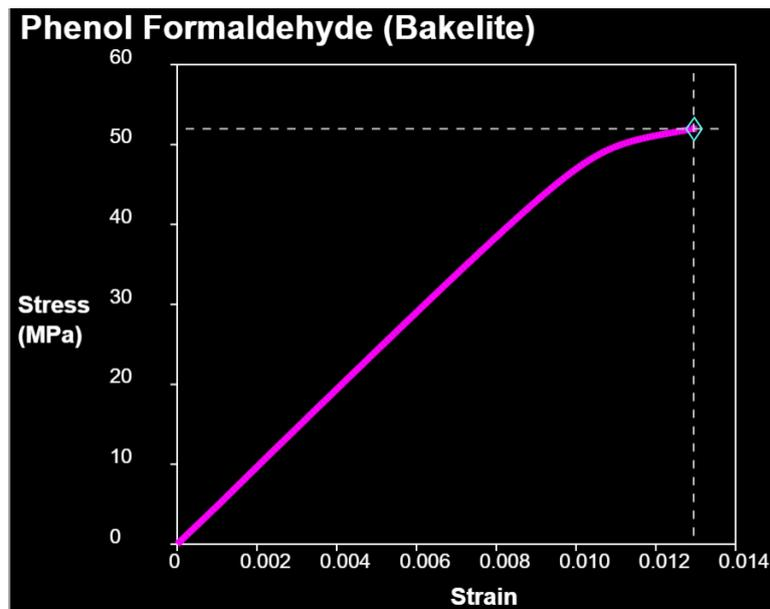

Figura 4 - Curva tensão-deformação para a baquelite.
7. Para a baquelite (Figura 4), determine: (a) o módulo de elasticidade ( $E$ ); (b) limite de escoamento; (c) limite de resistência a tração; e (d) limite e deformação de ruptura. Esse tipo de curva é característica de qual tipo de polímero?